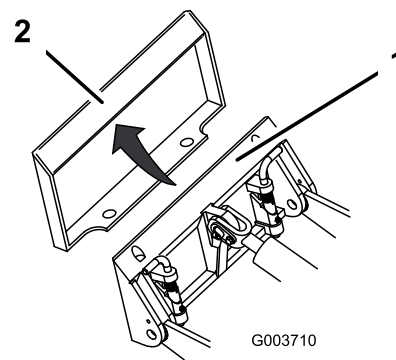

Figura 24
4. Posizionate la piastra di appoggio sul bordo superiore della piastra ricevente dell'accessorio (Figura 24).